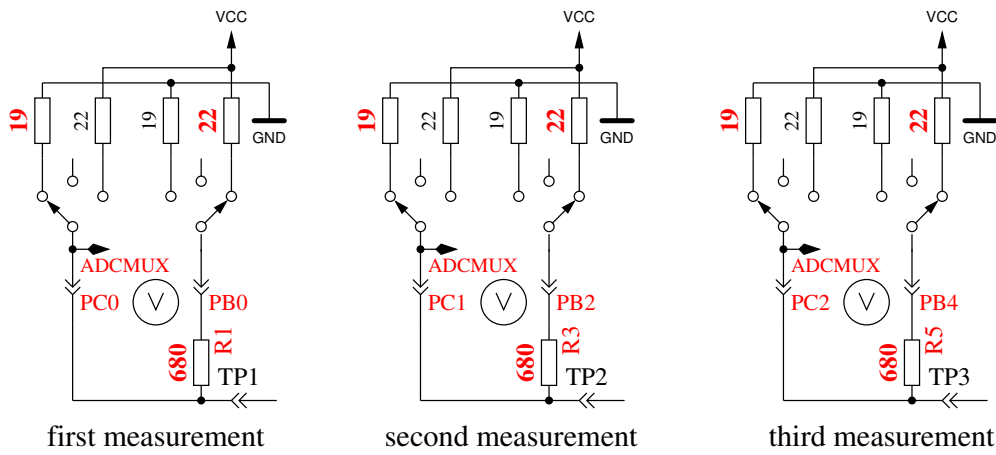

Abbildung 5.55: Messung des Innenwiderstandes von auf GND geschalteten Port-C-Ausgängen.
5. Dieser Schritt testet die **Fähigkeit von mit GND (-) verbundenen 470kΩ-Widerständen (H) die Testpins auf GND zu ziehen**. Zeile 1 zeigt den Text „RH-“. Zeile 2 sollte für alle drei Pinne Null mV anzeigen.
6. Dieser Schritt testet die **Fähigkeit von mit VCC (+) verbundenen 470kΩ-Widerständen (H) die Testpins auf VCC zu ziehen**. Zeile 1 zeigt den Text „RH+“. Der bestmögliche mV Wert für die drei Messungen wäre 0 in Zeile 2, da die Diffenz zu VCC dargestellt wird. Große Abweichungen vom Idealwert für Schritt 5 und 6 sind Fehler wie Isolations-Problem, Flussmittelreste oder beschädigter Port.
8. **Messung des Innenwiderstandes eines auf GND geschalteten Ausgangs.** Dieser und die folgenden Schritte werden nur bei gewählter AUTO_CAL Option durchgeführt. Die internen Port C Widerstände von auf GND (-) geschalteten Ausgängen werden mit dem Strom der nach VCC (+) geschalteten 680Ω Widerstände gemessen, siehe Abbildung 5.55. Es werden nur die drei Pins des ADC-Ports vermessen, die Widerstands-Ports PB0, PB2 und PB4 können nicht ohne Veränderung der Hardware gemessen werden. Es wird angenommen, dass die Portwiderstände von unterschiedlichen Ports nahezu identisch sind. Der Widerstandswert wird im nächsten Schritt mit ausgegeben.